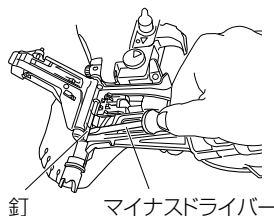

図 29
- 内部につまった釘をマイナスドライバーなどで取除きます。(図 29)